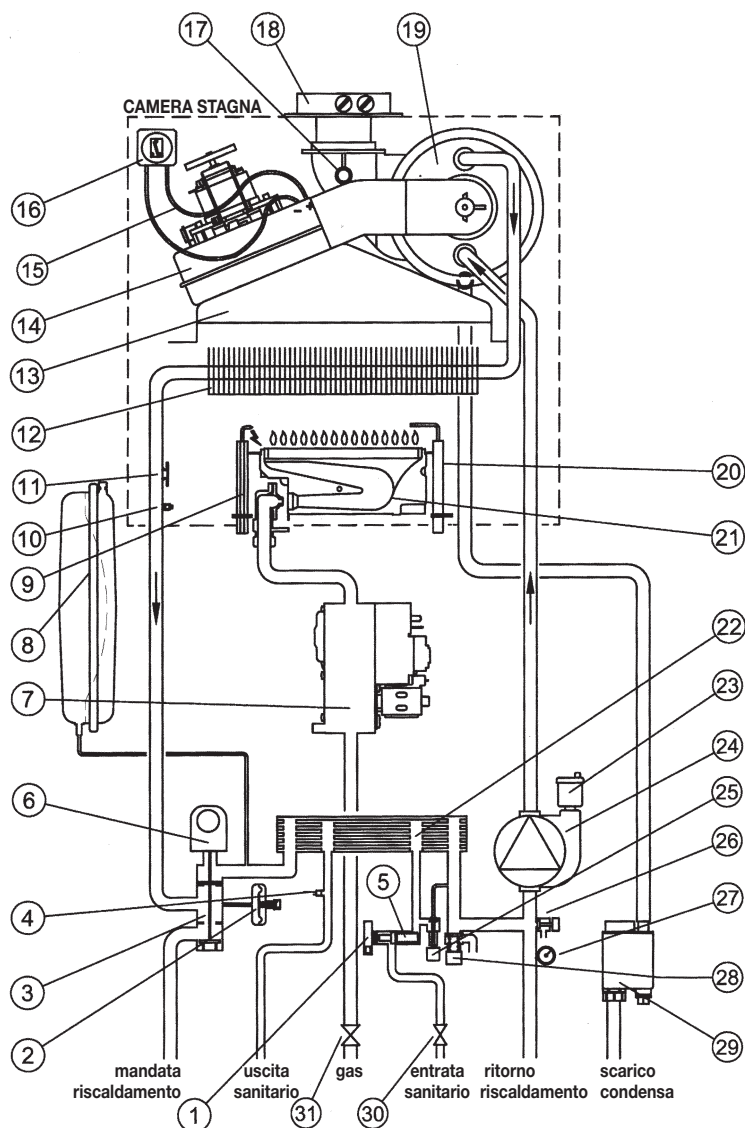

Figura 23
**Nota:** qualora dovesse guastarsi la sonda NTC del circuito sanitario (rif. 4 - figura 23), la produzione di acqua calda sanitaria è comunque assicurata. Il controllo della temperatura viene in questo caso, effettuato mediante la sonda di mandata.